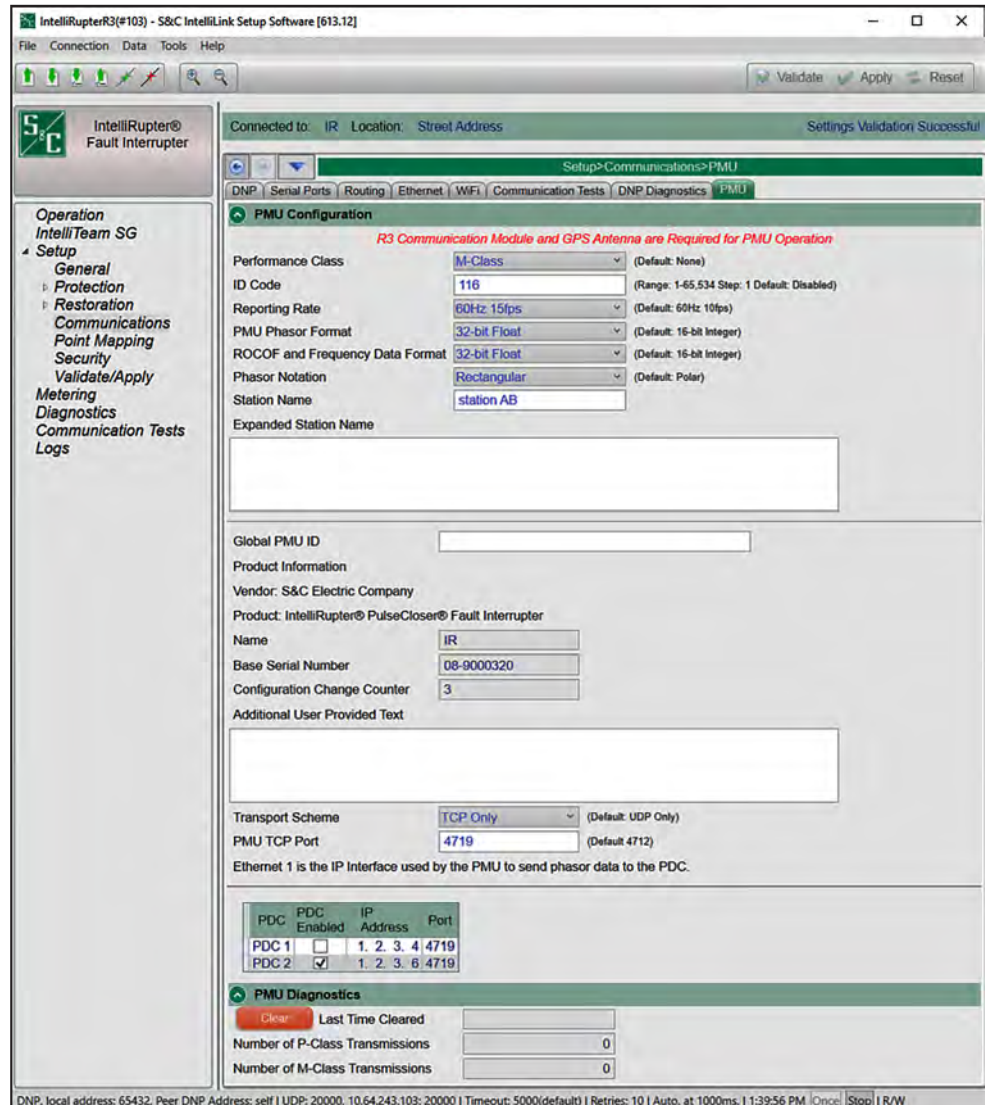

Figura 103. Tela Configurações>Comunicações>PMU.
A funcionalidade **Unidade de Medição de Fasores** (Phasor Measurement Unit PMU) do interruptor de falta IntelliRupter faz medições de tensão e corrente nas três fases e salva esses dados juntamente com a hora, no Tempo Universal Coordenado (UTC), em que as medições foram feitas. O conjunto das medições e do tempo em que elas foram feitas é denominado sincrofasores (*synchrophasors*). Os dados dos sincrofasores são gerados pelo servidor PMU. Um servidor PMU pode ter mais de um cliente. O servidor PMU do interruptor de falta IntelliRupter pode suportar dois clientes. Ver Figura 103.
**PMU IP Address** é o endereço IP da PMU. O PDC envia comandos para este endereço IP. É um endereço IPv4. A funcionalidade **PMU** usa a Ethernet 1 do interruptor de falta IntelliRupter como seu endereço IP. Ver Figura 103 na página 204.